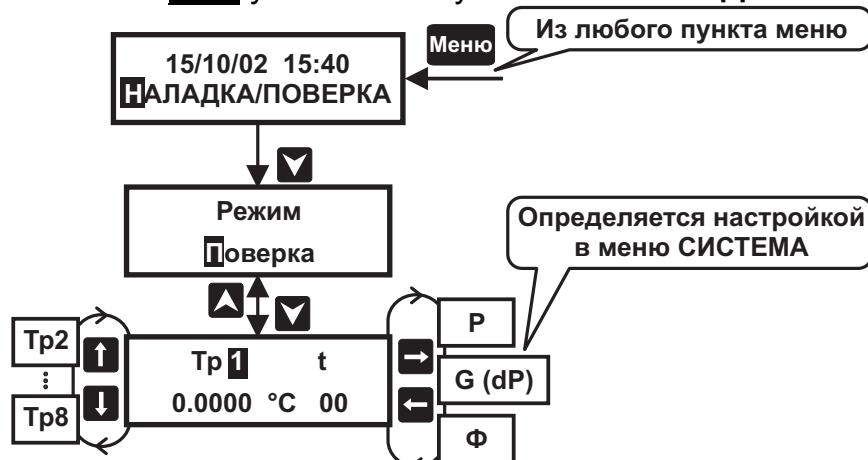

Рисунок 15 – Последовательность действий при выполнении поверки
1. Установить кнопками или пункт меню 1-ого уровня **НАЛАДКА/ПОВЕРКА** (см. рисунок 15);